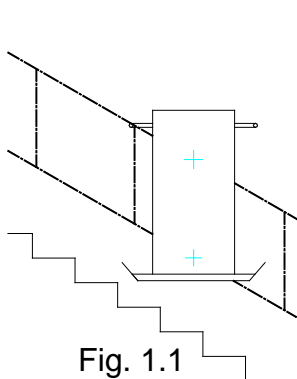

Fig. 1.1
3. Tournez le volant de manœuvre tout en maintenant le levier de frein enfoncé. Le sens de rotation est indiqué sur le volant. Tournez toujours dans la direction du point à atteindre le plus proche. Tournez le volant jusqu'à ce que la plate-forme se trouve à une estrade ou dans une portion d'escalier droite (pas dans un virage) (Fig. 1.1)